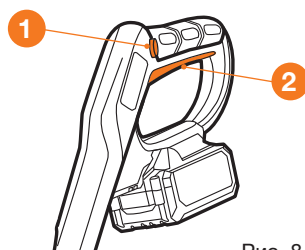

Рис. 8
- Нажмите и удерживайте кнопку блокировки включения **1** (Рис. 8).
- Продолжая удерживать кнопку блокировки включения **1**, прижмите клавишу включения двигателя **2** к рукоятке (Рис. 8). Двигатель заработает и фрезы начнут вращение.